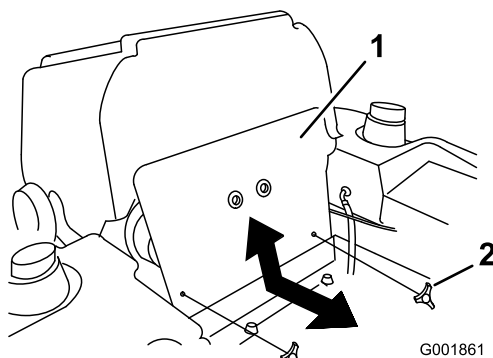

Figura 71
3. Incline el asiento hacia adelante y retire el panel delantero del motor (Figura 71).
7. Instale el panel delantero del motor (Figura 71).